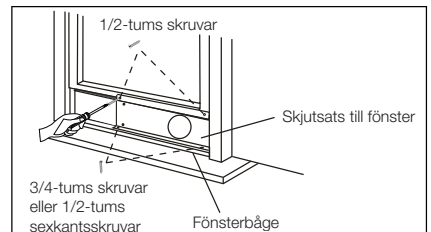

Fig. 15
3. Stäng fönsterbågen ordentligt mot skjutsatsen. (Fig. 15)
4. Skruva i två 1/2-tums skruvar för att fästa fast skjutsatsen i fönsterbågen. (Fig. 15)
5. Sätt fast skjutsatsen i fönsterramen (Fig. 15):